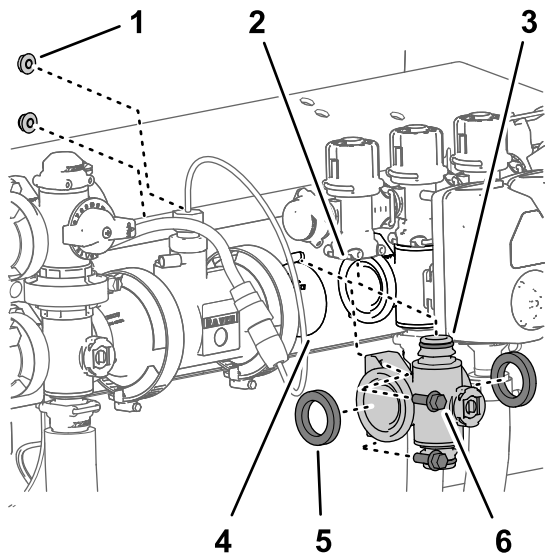
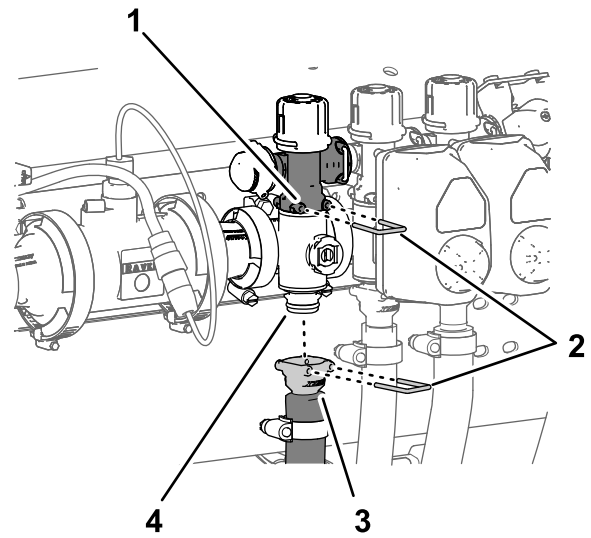

Figura 132
Figura 133
1. Alinee las 2 juntas que retiró en Retirada del distribuidor de sección \(página 90\) con las bridas del distribuidor de la válvula de sección (Figura 132).
- Alinee la brida del distribuidor de la válvula de sección entre las bridas de las otras válvulas de sección y/o los adaptadores de acoplamiento (Figura 132).
- Conecte el acoplamiento rápido del distribuidor de la válvula de sección al acoplamiento rápido hembra de la válvula de desvío de sección con una grapa (Figura 132 y Figura 133).
(Figura 132) con los 2 pernos con arandela prensada ($\frac{1}{4}$ " x $\frac{3}{4}$ ") y las 2 contratuercas prensadas ($\frac{1}{4}$ ") que retiró en Retirada del distribuidor de sección \(página 90\).
8. Monte el acoplamiento rápido de la manguera de sección en el acoplamiento rápido del distribuidor de la válvula de sección con la grapa (Figura 133).